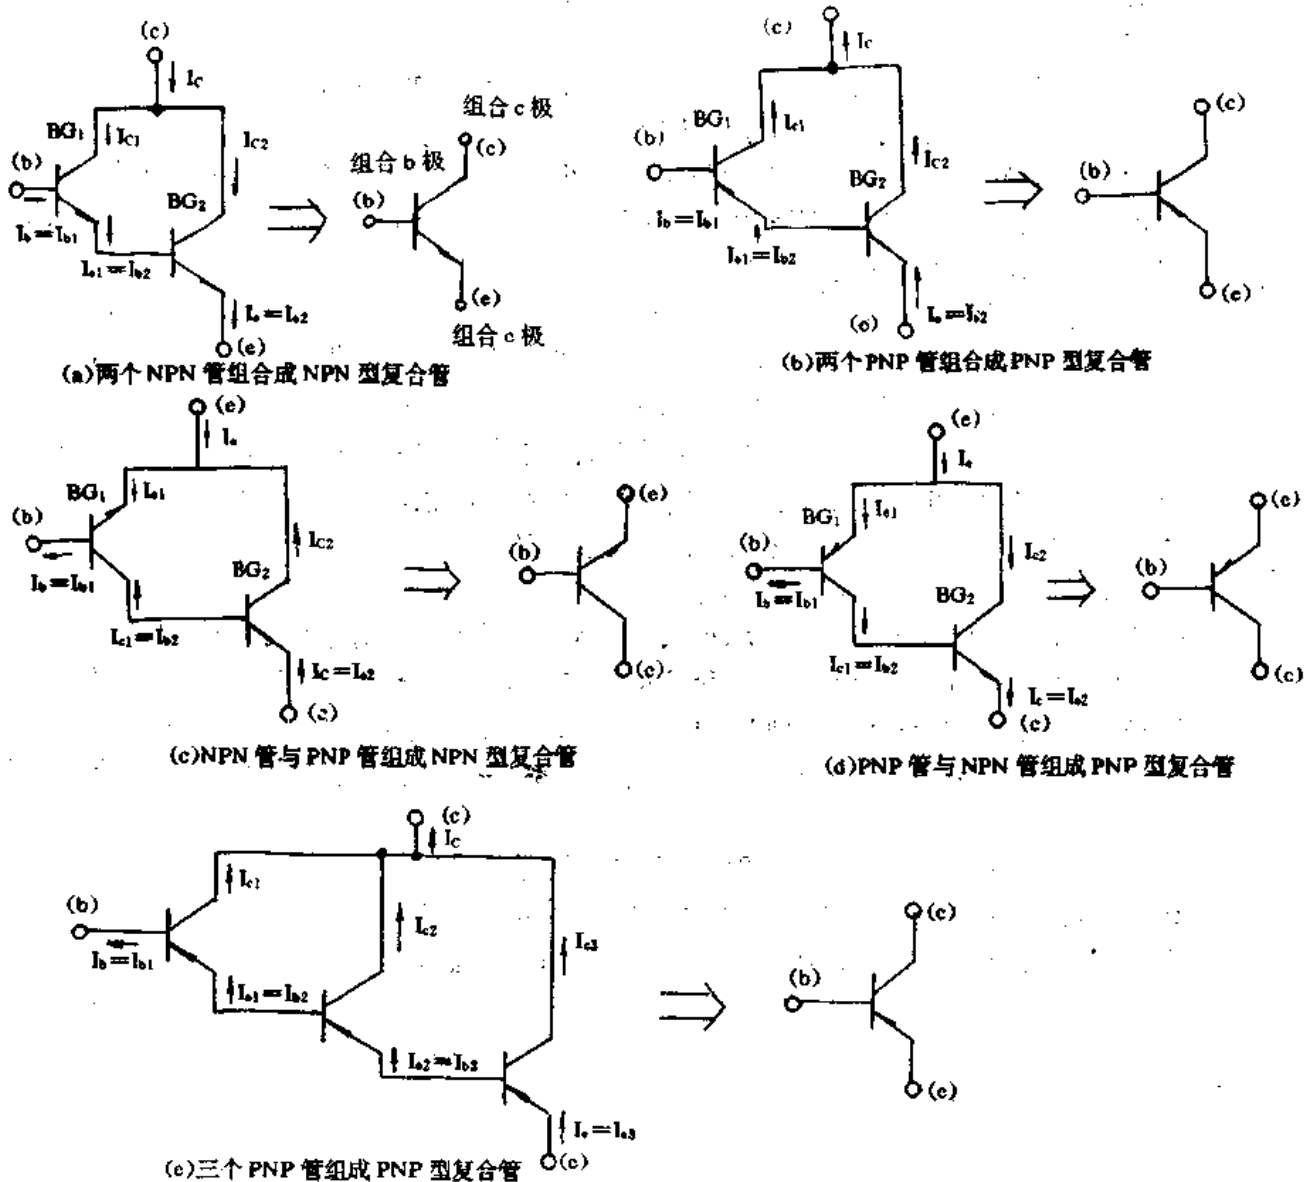

图 7-19 几种常见复合管的类型
(5) 差分对管或推挽对管中的一管子损坏时,为了保证对管间的一致性,最好同时代换。
(6) 高性能管代换低性能管。一是低噪声管可以代换高噪声管;二是  $\beta$  高的管子可以代  $\beta$  低的管子,但  $\beta$  也不能比原管高的太多,因  $\beta$  过高的晶体管稳定性较差, $I_{CEO}$  小的管子可以代  $I_{CEO}$  大的管子。
(7) 用复合管代换单管。如果原管的功率或放大倍数较大,而手头只有小功率、低放大倍数的管子,就可以由两只(或两只以上)的管子组成复合管来代换原管。两只管子可以是同一种导电类型,也可以是不同的导电类型,组合出的复合管其等效电路应和原管导电类型一样。复合管的  $\beta$  值为两管  $\beta$  值的乘积,因此具有较大的放大倍数。复合管的组成原则是:既要保证导电类型,又要保证管脚的连接必须构成电流通路。几种常见复合管的类型如图 7-19